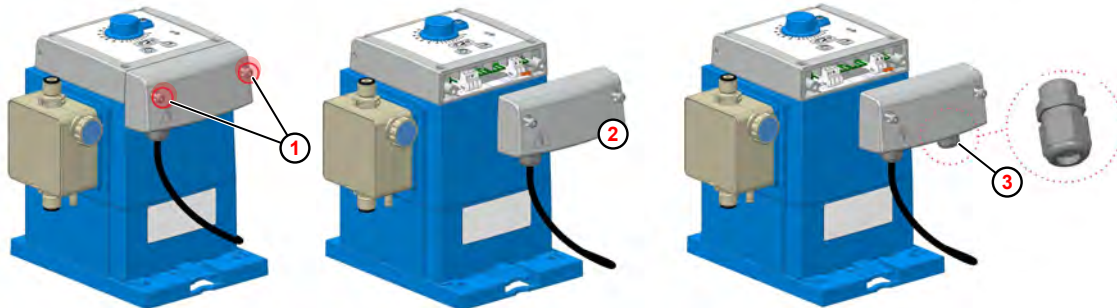

Abb. 11: Elektrische Installation „EcoPro“
① Gehäuseschraube
③ Kabelverschraubung
② Klemmraumdeckel
1. Die beiden Gehäuseschrauben (Abb. 11 , ①) lösen. Die Schrauben sind gegen Herausfallen gesichert.
2. Klemmraumdeckel ② abnehmen.
3. Für den Anschluss des externen Freigabesignals, die Kabelverschraubung M12x1,5 aus dem Beipack der Pumpe an entsprechender Stelle montieren ③ .